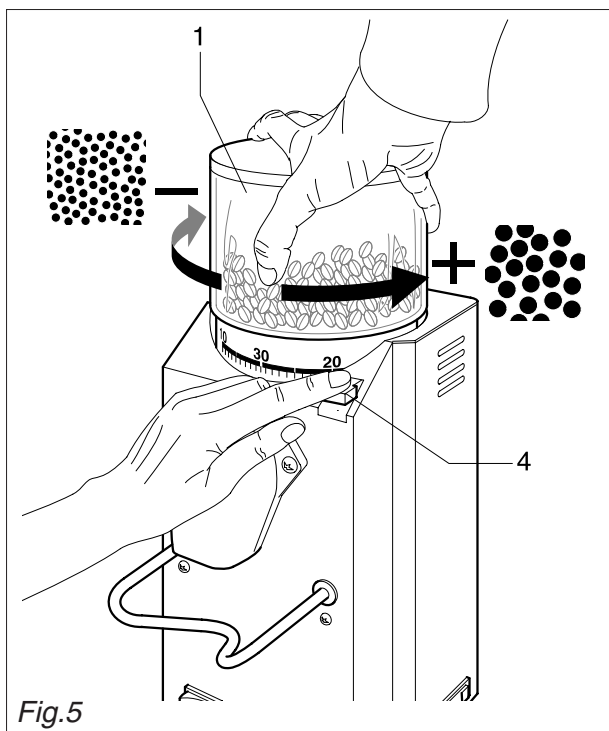

Fig.5
- Poner en marcha el motor con el interruptor (2) y, solo para el Mod. SD, presionar también el pulsador (3) para asegurarse de que las muelas no se tocan entre ellas.
- Apagar la máquina, abrir el depósito (1), meter una pequeña cantidad de café en grano y moler accionando el interruptor (2) y, para el Mod. SD, el pulsador (3).
- Si el café no corresponde a los requisitos deseados, proceder en el ajuste de la molidura girando el recipiente en sentido horario para lograr una molidura más fina, o en sentido antihorario para moliduras ad gruesas (Fig.5);